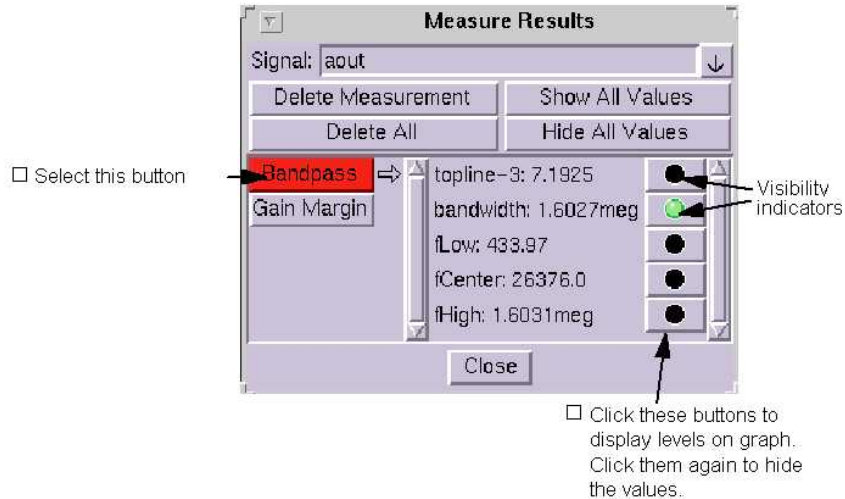

图 21
- 3) 在 Measure Results 对话框中，确保左列的 Bandpass 被选中，如图 21 所示。